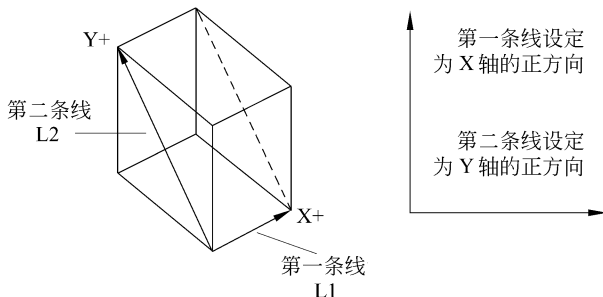

图 1-12 两条线定义构图平面
② 2 lines: 用屏幕上已存在的两条线来定义构图平面。要注意选择的顺序, 第一条线决定 X 的正方向和构图平面的工作深度, 第二条线决定 Y 的正方向, 如图 1-12 所示。